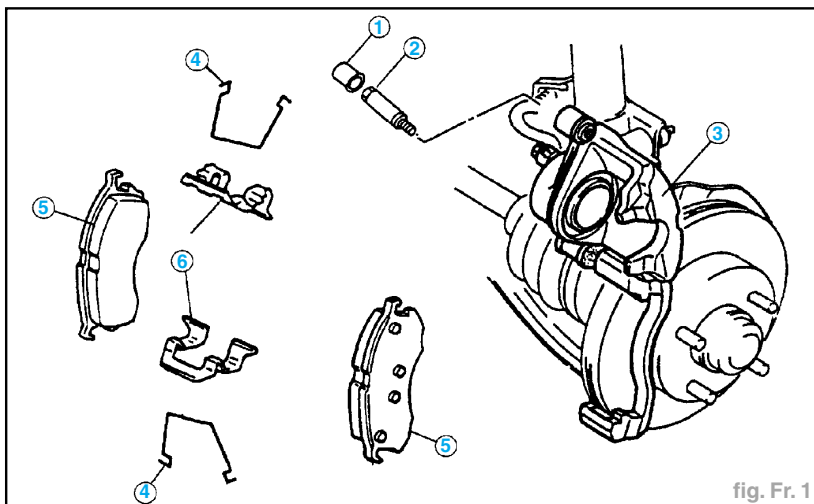

fig. Fr. 1
- Déposer le bouchon (1) puis l'axe de guidage (2) (fig. Fr. 1).
- Basculer l'étrier (3) vers le haut.
- les ressorts (4),
- les plaquettes (5),
- les plaquettes de guidage (6).
- Serrer l'axe de guidage (2) à **4,7 daN.m** (fig. Fr. 1).